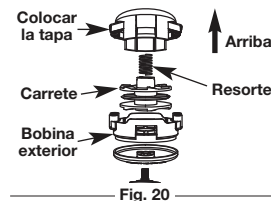

Fig. 20
2. Quite la tapa dejando que salga o es posible que sea necesario mover un poco la tapa y luego sacar la bobina (Fig. 20).
4. Vuelva a colocar el carrete interior en la bobina exterior (Fig. 20).